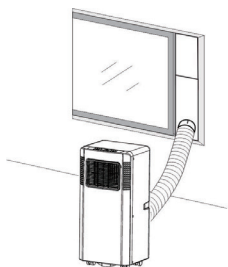
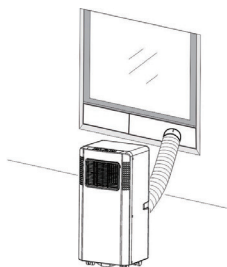

Fig. 2
Fig. 2a
- 2) Comme illustré à la Fig. 2 et la Fig. 2a, installez le tuyau d'évacuation et ajustez correctement la position de la fenêtre.